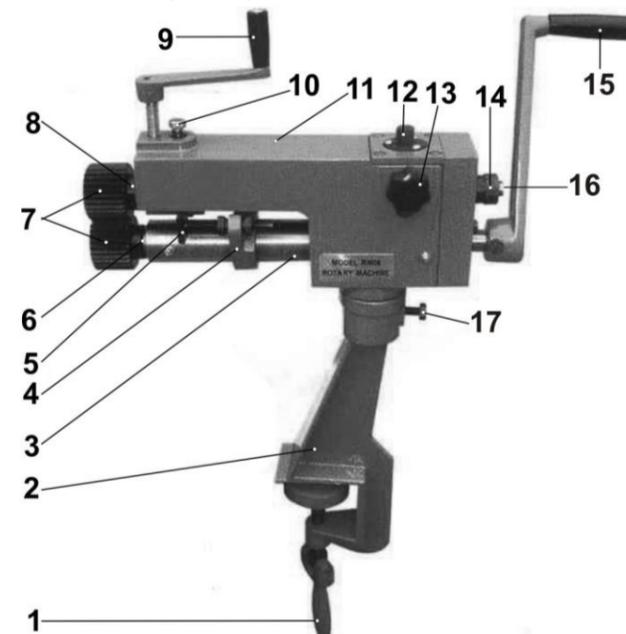

Рис. 3
#### 6. УСТРОЙСТВО (Рис. 3)
- 7.2. Зафиксируйте стопорный болт (17) (Рис. 3).
- 7.3. Установите рукоятку приводную (15) на хвостовик ведущего вала станка (6) и зафиксируйте ее винтом на рукоятке (15) (Рис. 3).
- 7.4. Установить рукоятку регулировочную (9) на станок (Рис. 3).
##### 8.2. Регулировка положения верхнего ролика (Рис. 3).
- 8.3. Регулировка горизонтального положения верхнего ролика (Рис. 3).
##### 8.4. Регулировка стопоров ширины кромки (Рис. 3).
- 9.1. Установите станок на устойчивое основание (стол или верстак), прикрутив его зажимной ручкой (1). Ослабив стопорный болт (17), поверните станок на угол, необходимый для проведения технологической операции вокруг горизонтальной оси. Зафиксируйте это положение стопорным болтом (17) (Рис. 3).
- 10.2. Смажьте ведущий вал (6) через масленки, установленные на кожухе (3), жидким маслом (Рис. 3).